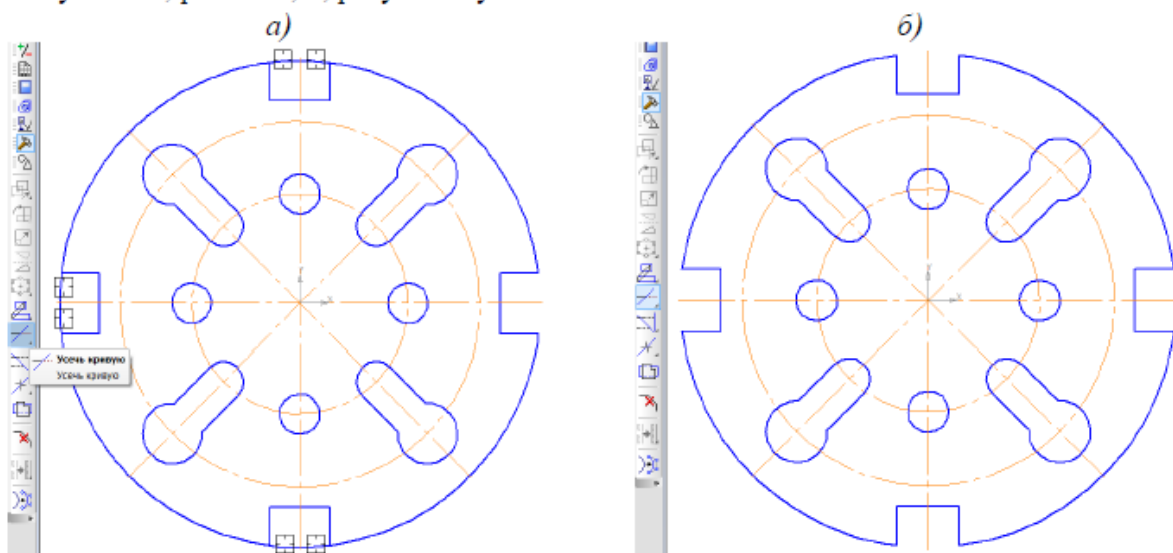

Рисунок 119 – Копия по окружности
9.3 В компактной панели инструментов (слева) активизируйте панель **Редактирование** , выберете команду "Усечь кривую" . Наведите курсор  как это показано на рис. 119, а и удалите ненужные части объектов (последовательно) нажимая левую кнопку мыши, рис. 119, б, результат усечения.